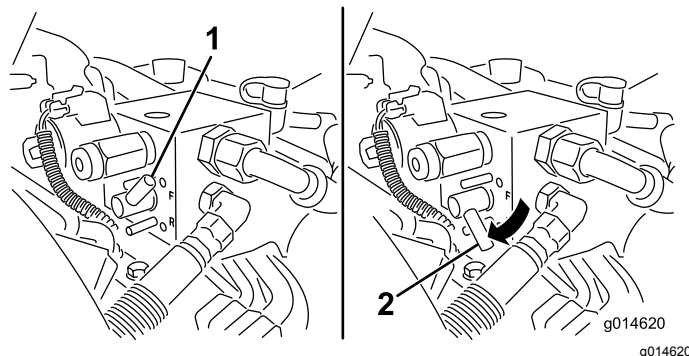

Figura 50
- Rode a alavanca de retificação para a posição PARA TRÁS (R) (Figura 50).